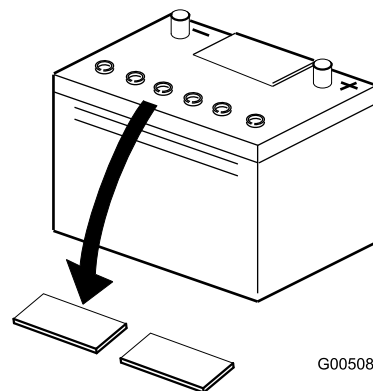

Bild 6
- Reinigen Sie die Oberseite des Akkus und nehmen Sie die Entlüftungsdeckel ab (Bild 6).